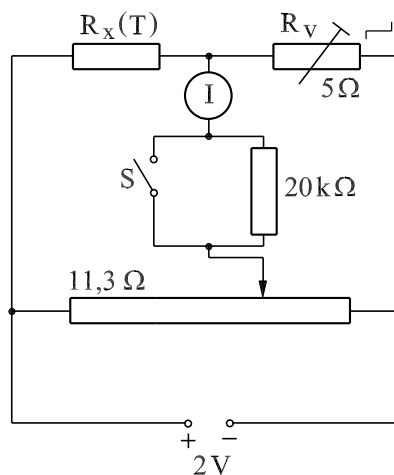

Abbildung 2: Wheatstonesche Brückenschaltung
2. Bestimmen Sie die Temperaturabhängigkeit des Widerstandes eines Metalldrahtes durch Erhitzen im Ölbad. Der Widerstand soll mit Hilfe der Brückenschaltung in Abb. 2. beim Erwärmen und Abkühlen bestimmt werden. Die Temperatur wird im Ölbad gemessen. Berechnen Sie aus dem Diagramm  $R$  gegen  $T$  den Temperaturkoeffizienten  $\alpha$ .